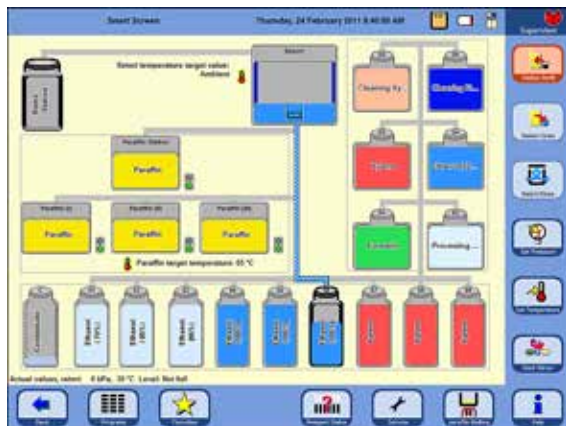

Рис. 171
- Весь процесс графически отображается на дисплее (форма **SMART FUNCTIONS**) (рис. 171).